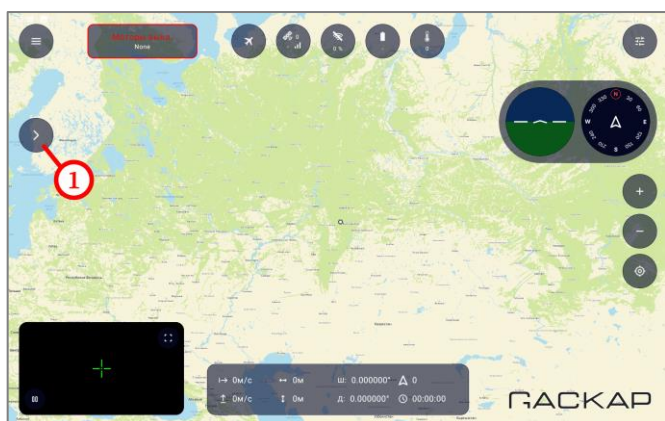

Рисунок 41
- в главном окне ПО нажать на кнопку  (рисунок 41, шаг 1);